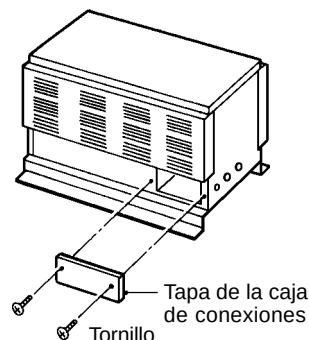

Fig. 19
1) Retirar los dos tornillos y la tapa de la caja de conexiones del condensador. Véase la fig. 19.